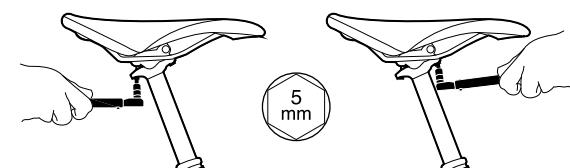

Abb. 9: Schrittweises Anziehen/Lösen der Klemmschrauben
1. Lösen Sie mit einem 5-mm-Inbusschlüssel die zwei Schrauben, mit der der Sattel an der Sattelstütze befestigt ist, bis der Sattel einfach bewegen kann, siehe Abb. 9.